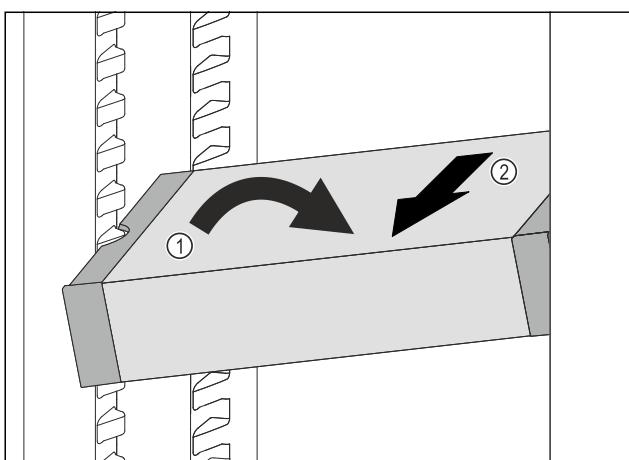

Fig. 122
- Ukosite ladicu VarioSafe u hladnjaku. *Fig. 122 (1)*
- Izvadite ladicu VarioSafe prema naprijed. *Fig. 122 (2)*